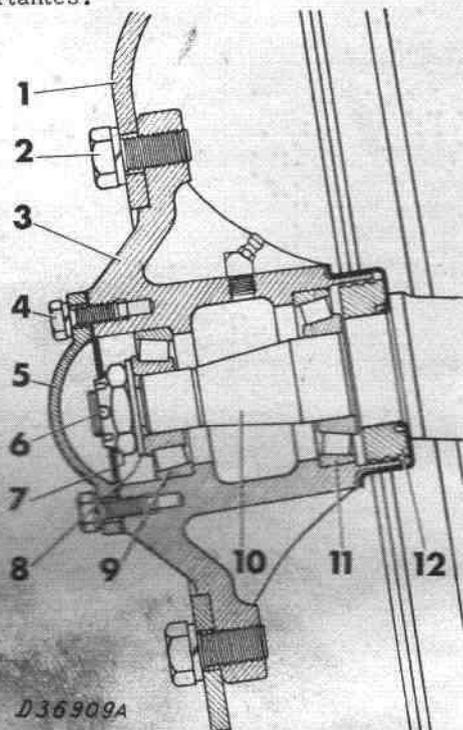

Fig. 151 - Essieu avant, coupe
- b) Dévisser les 6 vis à têtes hexagonale 2 (fig. 151) et sortir la jante de la roue avant avec le pneu.
- m) Après environ 50 heures de fonctionnement, resserrer les vis des roues 2, (fig. 151).